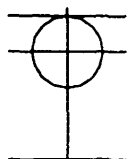

Рис. 2.3
- ◆ на запрос о радиусе окружности набрать число **25**, Enter (рис. 2.3).